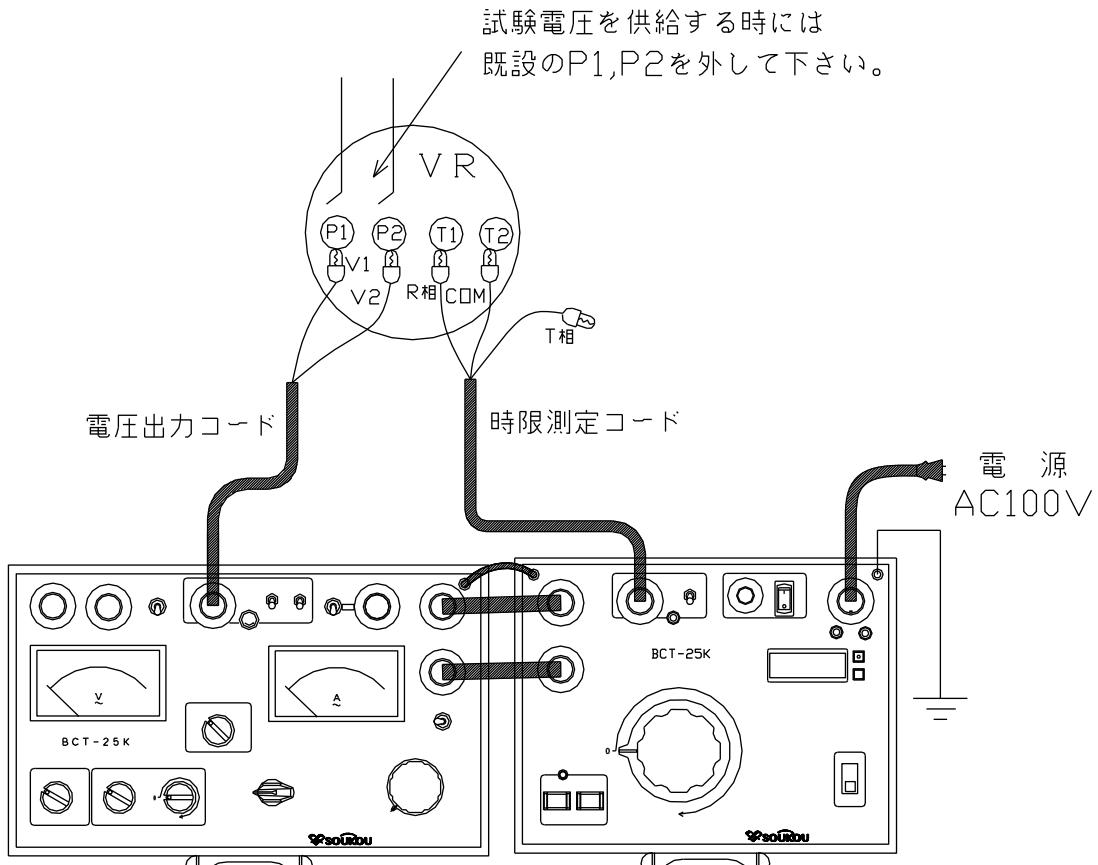

図19: 試験回路図(停電状態)
- 以上のような点を注意し、試験回路を構成します。(図19)